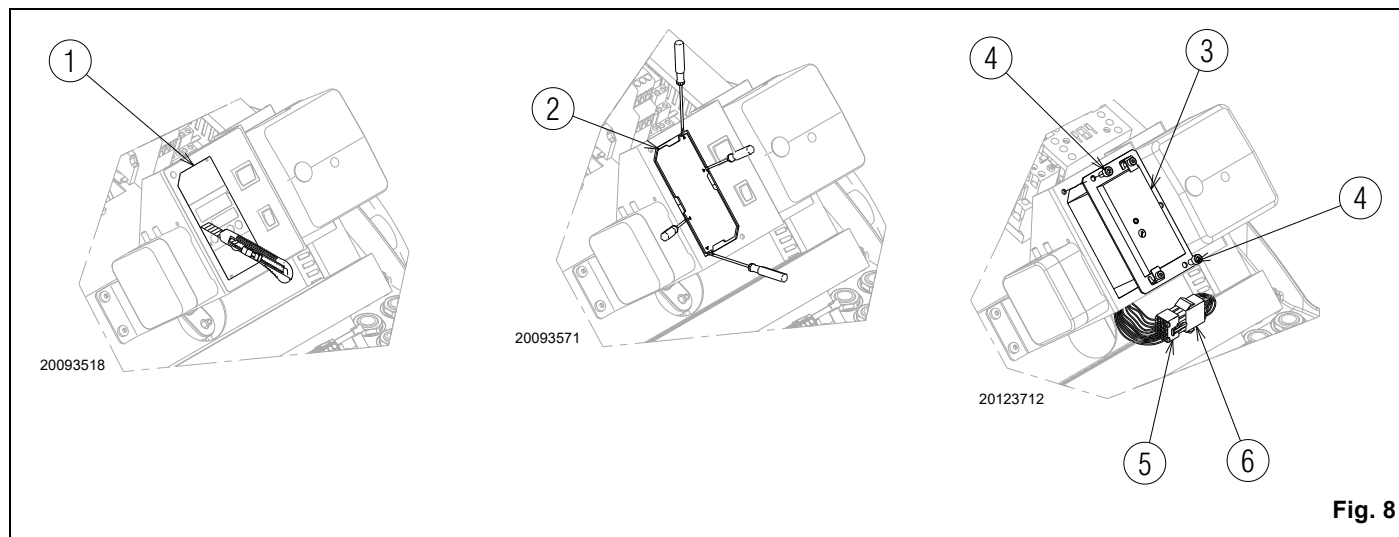

Fig. 8
- Couper long la ligne en surbrillance en 1)(Fig. 8);
- enlever la plaque de couverture 2)(Fig. 8), en faisant levier avec un tournevis dans les quatre points indiqués;